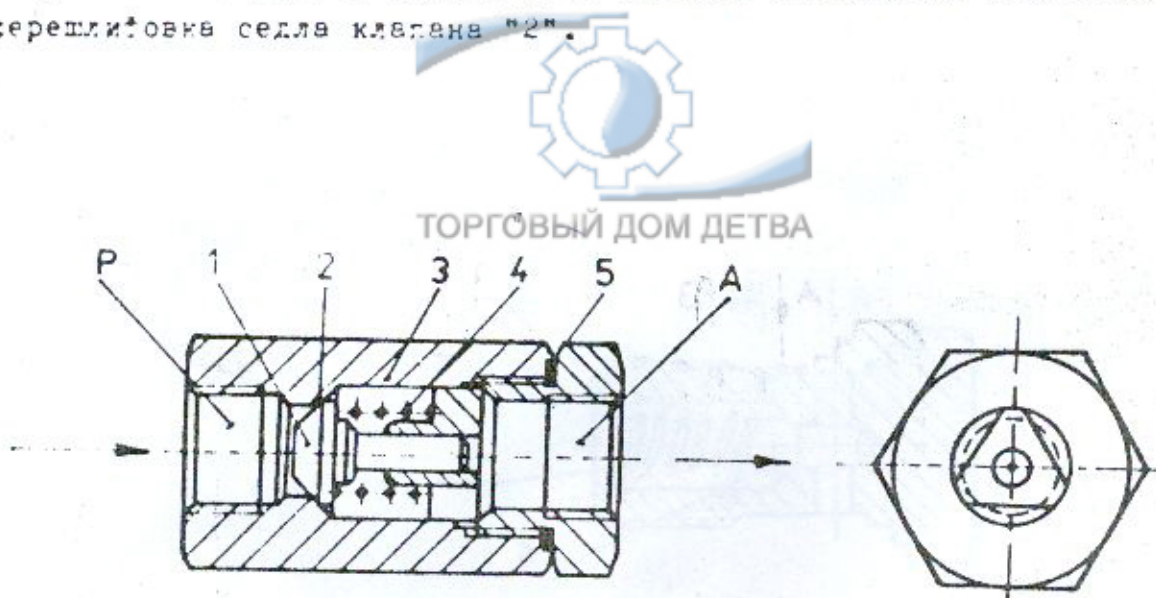

Рис. 6 Однонаправленный клапан VJ 1
6. Поршневой шток с поршнем /поз. 2 и 4, рис.6/ ввести в цилиндр через приспособление.